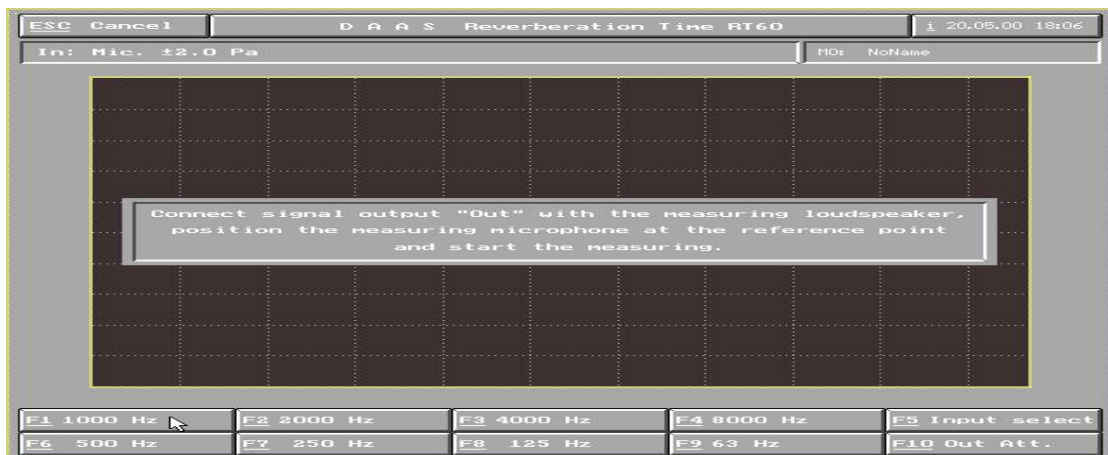

图 41
2) 例如测试 1000HZ 点混响时间, 则先按 F1 1000HZ (图 41)